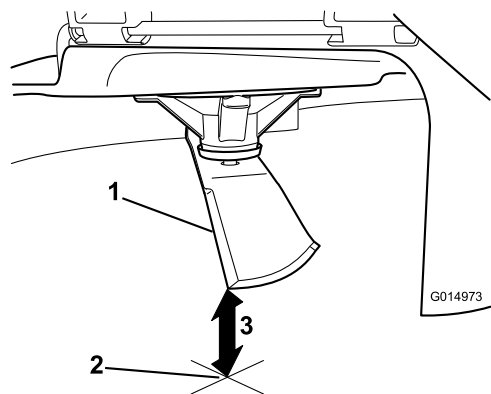

Figure 91
5. Mesurez la distance entre la pointe de la lame et la surface plane (Figure 91).